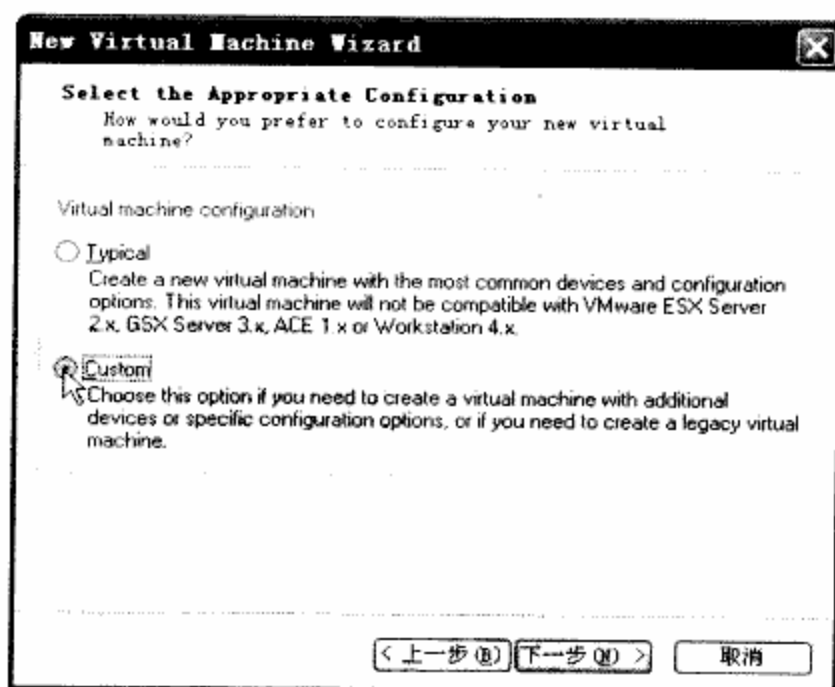

图 2.3 选择定制虚拟机
② 在后续界面中使用默认选项，直到出现如图 2.3 所示的界面，选择“Custom”自己定制虚拟机。